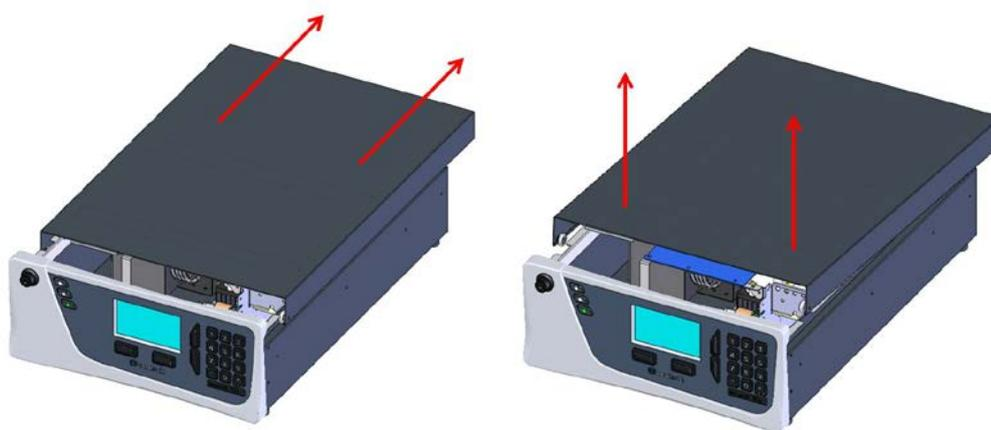

Figure 5 – Ouverture de l'instrument
3. Pour le retirer complètement, le faire glisser vers l'arrière jusqu'à ce que les rouleaux soient alignés avec les espaces de la piste et tirer le couvercle vers le haut pour le sortir de l'instrument (voir Figure 5).